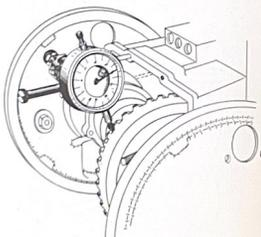

Fig. 3.30.—Reglaje del juego entre dientes.
3.2.3.11. Reglaje del juego entre dientes de piñón y corona (fig. 3.30).
e) Colocar el comprobador micrométrico 2437-T sobre un espárrago montado en el alojamiento del tornillo de fijación superior derecho de la caja del embrague, utilizando solamente el elemento regulable del soporte 2041-T del comprobador. Reglar la posición del comprobador de modo que apoye perpendicularmente al fianco de un diente, en la zona periférica de la corona (fig. 3.30).